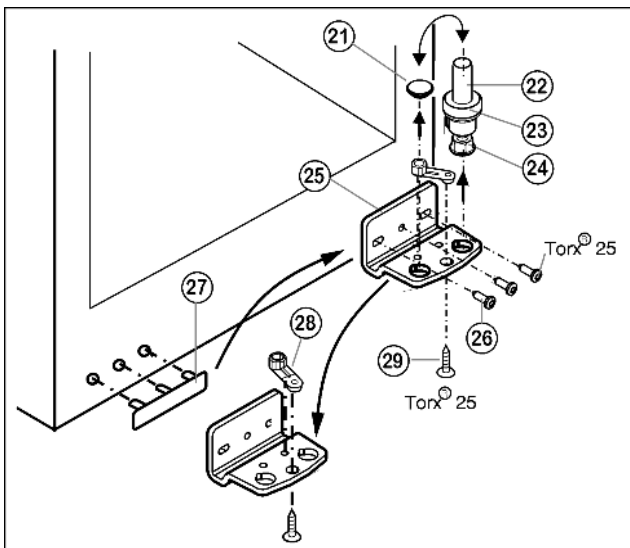

Fig. 5
- ▶ Зніміть, потягнувши догори, опорний гвинт Fig. 5 (22) у комплекті, разом з шайбою Fig. 5 (23) та установочною ніжкою Fig. 5 (24).
- ▶ Зніміть Fig. 5 (21) пробку.
- ▶ Відгвинтіть Fig. 5 (26) опорний кронштейн Fig. 5 (25).
- ▶ Відкрутіть Fig. 5 (29) опорну деталь Fig. 5 (28) і вставте в протилежний отвір опорного кронштейну, знову пригвинтіть.
- ▶ Обережно зніміть кришку з боку ручки Fig. 5 (27) і переставте на протилежний бік.
- ▶ Пригвинтіть опорний кронштейн Fig. 5 (25) на новий бік шарніра (з моментом 4 Нм). За потреби використовуйте викрутку з акумулятором.
- ▶ Вставте пробку Fig. 5 (21) в отвір, що залишився вільним.
- ▶ Встановіть на місце опорний гвинт Fig. 5 (22) у комплекті, разом з шайбою та установочною ніжкою. При цьому виступ фіксатора повинен бути спрямований назад.
- ▶ Встановіть дверцята згори на нижній опорний гвинт Fig. 5 (22).
- ▶ У разі необхідності за допомогою двох довгастих отворів на опорному кронштейні знизу Fig. 5 (25) встановіть дверцята на одній осі з корпусом. Для цього викрутіть середній гвинт.